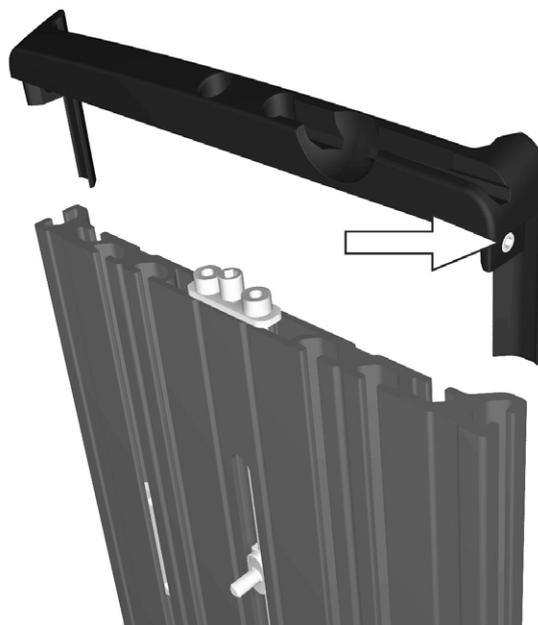

Abbildung 161. Der Endverschluss des Rückenlehnenprofils ist mit einer Schraube an der linken bzw. rechten Seite befestigt.
4. Endverschluss des Rückenlehnenprofils gerade in das Ende des Profils drücken. Verschluss durch Anziehen der Schraube an der linken bzw. rechten Seite fixieren. Siehe Abbildung. 161.